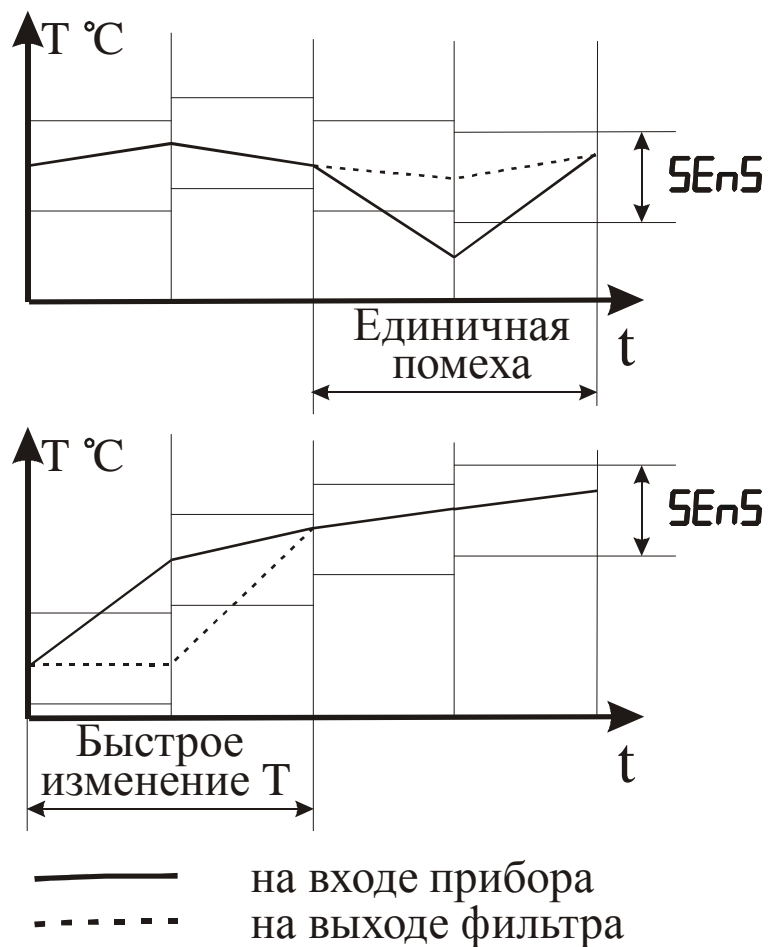

Рисунок 3.11 – Работа фильтра при воздействии случайной помехи и быстром изменении сигнала
3.3.3.7 С целью уменьшения влияния случайных импульсных помех на показания в прибор введена цифровая фильтрация. Работа фильтра описывается параметром “Полоса фильтра”. Если текущее значение температуры отличается от результатов предыдущего измерения на значение, которое превышает указанное в параметре “Полоса фильтра”, то проводится повторное измерение температуры, а на индикаторе остается старое значение (см. рисунок 3.11).